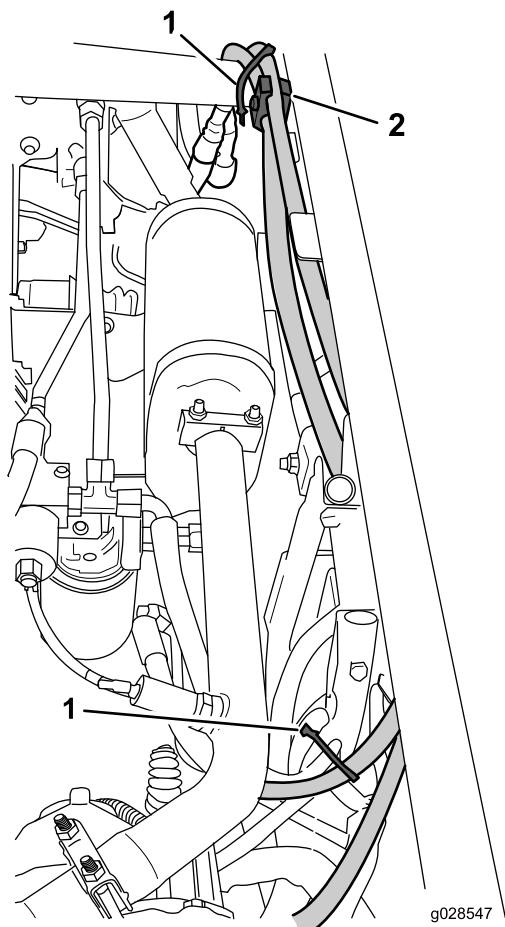

Figure 10
- Branchez un raccord rapide mâle sur l'extrémité femelle du flexible hydraulique de la vanne de levage de rampe (Figure 10).
4. Fixez les flexibles avec 2 serre-câbles, un collier de tube et un boulon aux emplacements indiqués à la Figure 10.